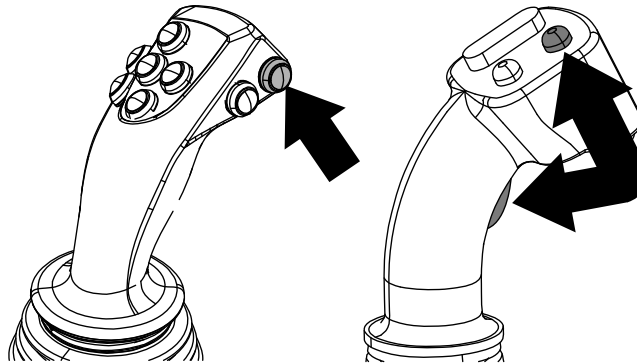

Figura 6
Pressione o botão de piloto automático no joystick (Figura 6) ou pressione o botão 4 na tela inicial para acessar a tela de piloto automático.
2. Segure o(s) joystick(s) na posição ativa até obter o giro e a força axial desejados, e pressione o botão de piloto automático no joystick (Figura 6).